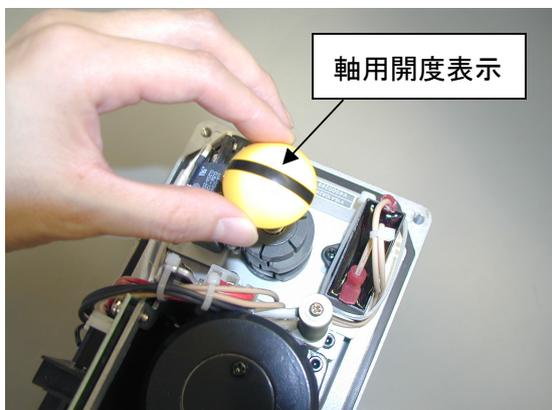

図 36 軸用開度表示
- (1) カム調整時はマイナスドライバー（先端厚さ 0.7~0.8mm）など先の平らな治具をカムのスリット部にしっかり差込み無理に力をかけず、ゆっくり行ってください。治具の差込みが不十分のままカムを回転させたり、勢いよく回転させたりといった乱暴な調整を行なうと治具やカムを破損する恐れがあります。
- (2) カム調整方向はアクチュエータ上面から見て、時計回りに行ってください。反時計回りに回してカムを調整すると、制御軸ねじ込みが緩みアクチュエータ停止位置がずれる可能性があります。
- ⑫ 軸用開度表示を回して、カバー用開度表示との位置をあわせてください（図 36, 37 参照）。